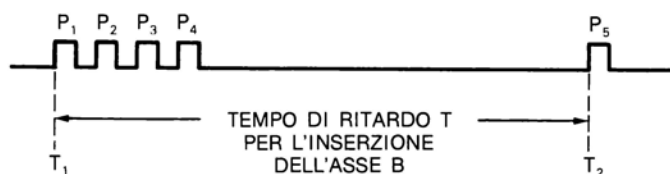

Figura 35
In pratica, quando la forma d'onda di figura 35 (un treno di impulsi), venga applicata al circuito di ingresso (1) dello strumento, il segnale relativo viene convenientemente amplificato e parte di esso applicato al circuito di sgancio (5), (o di trigger), del primo asse tempi A.